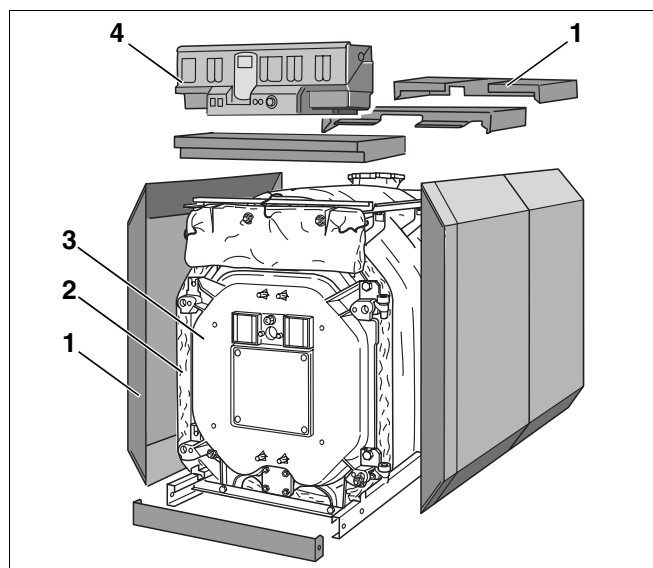
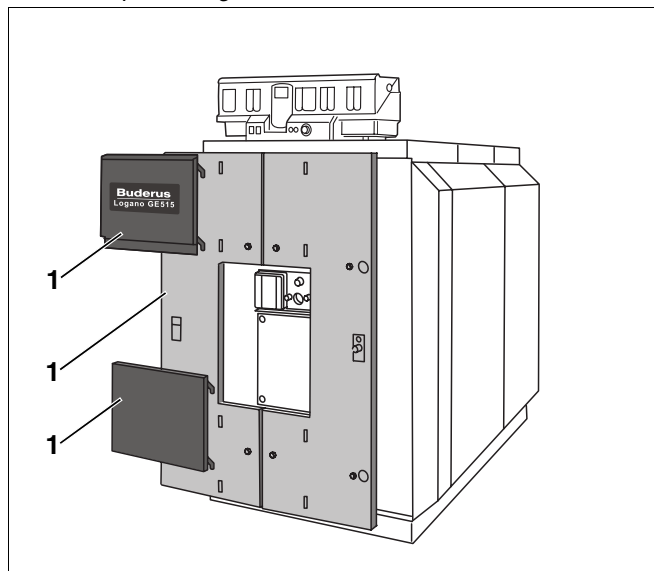

Fig. 1 Caldera especial a gasóleo (diesel) / gas Logano GE515
Fig. 2 Caldera especial a gasóleo (diesel) / gas Logano GE515
- Bloque de la caldera (fig. 1, **pos. 3**).
- Envoltura de la caldera (revestimiento, fig. 1 y fig. 2, **pos. 1**), protección calorífuga (fig. 1, **pos. 2**).
- Aparato de regulación (fig. 1, **pos. 4**)